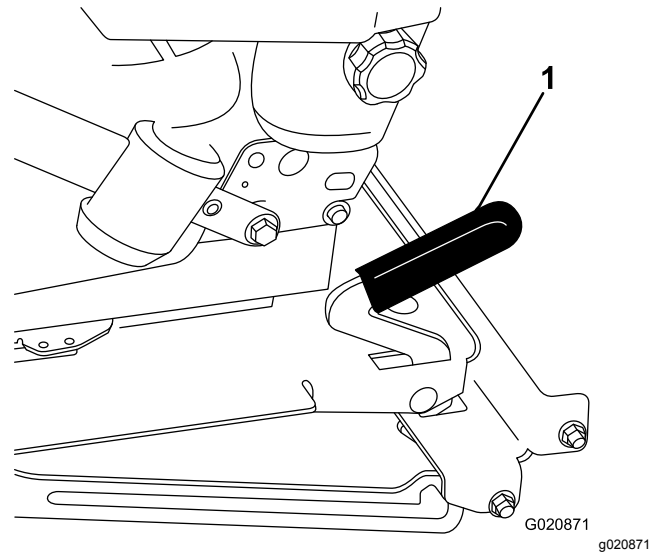

Figura 16
2. Empurre a alavanca do banco para a frente e eleve-o para desengatar o banco (Figura 16).